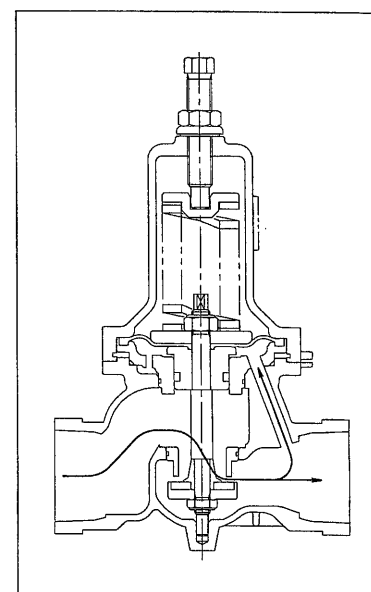

図 4
- 3.3 二次側圧力が増減すると、ダイアフラム (12) へ上向きに作用する二次側圧力と、下向きに作用する調節ばね (17) の弾力が働きあって、弁体 (4) と弁座 (5) の開度を調整します。ダイアフラム (12) に加わる二次側圧力が常に調節ばね (17) の弾力と釣り合うように作用するため、二次側圧力は一定に保持されます。(図 4 参照)